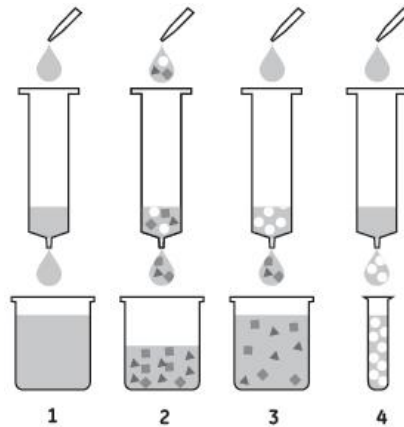

图 4. 使用 Protein At Beads 4FF 重力柱纯化蛋白流程示意图
**Protein At Beads 4FF 重力柱**使用请参考以下说明, 各溶液用量均按照柱体积计算 (例如: 2 个柱体积, 1 ml 规格对应为 2 ml 溶液, 5 ml 规格对应为 10 ml 溶液)。整个纯化流程大约需要 30 min (主要取决于样品体积和溶液的粘稠性), 操作快捷。使用流程请参考图 4。